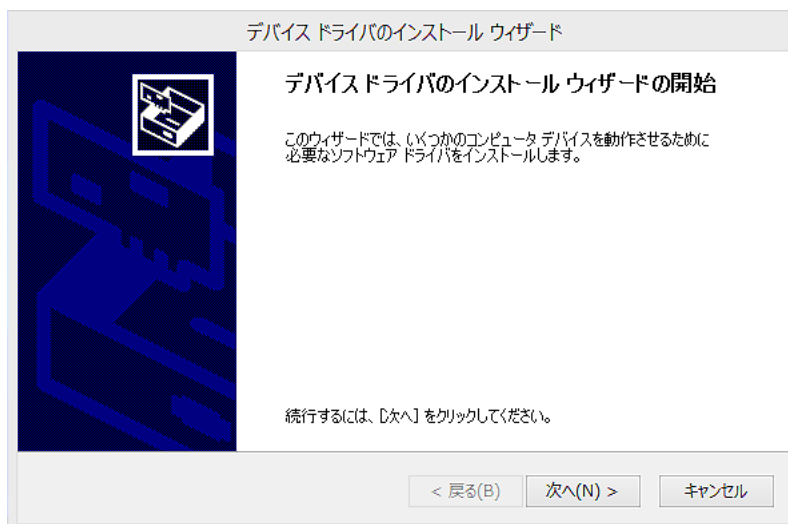

図 9：インストールウィザード
- ③ 「Extract」を選択すると、図 9：インストールウィザード画面が表示されます。